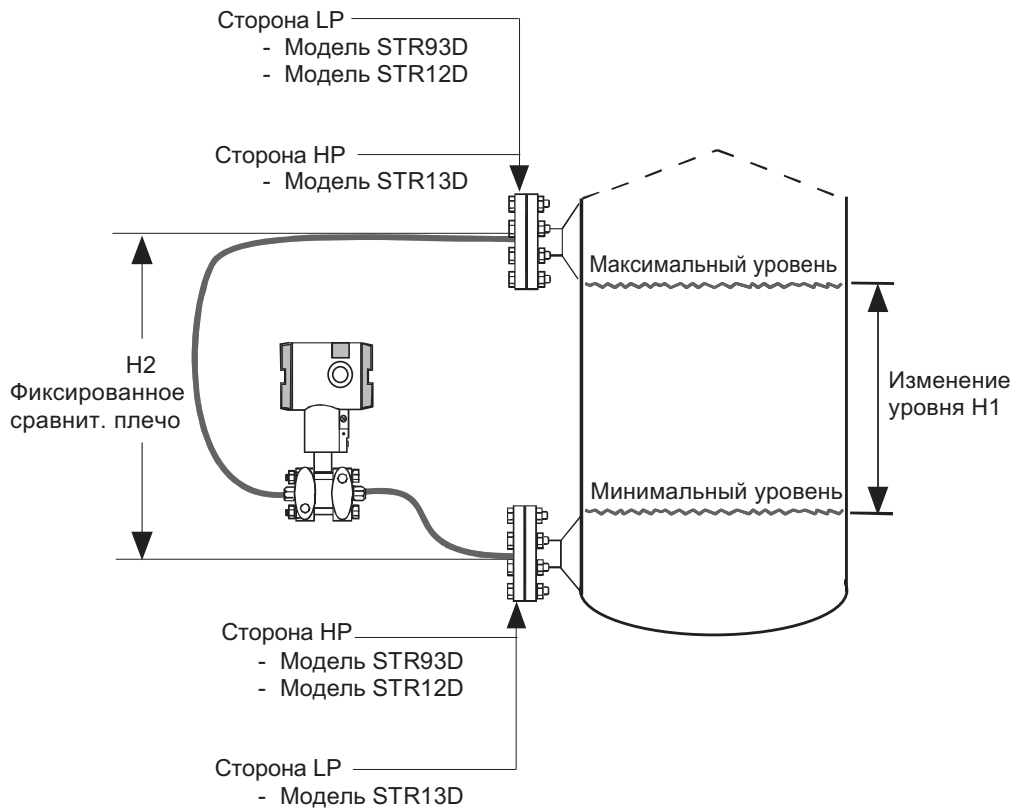

Рисунок 12 Типовой монтаж преобразователя с выносными мембранными разделителями
2	<p>Чтобы измерить изменение уровня Н1, закрепите выносные разделители на стенках резервуара как указано далее:</p> <ul style="list-style-type: none"> • Если номер модели преобразователя ... STR93D или STR12D, то подсоедините выносные разделители к стороне высокого давления (HP) преобразователя к нижнему или верхнему фланцу. • Если номер модели преобразователя ... STR13D, то выносные разделители стороны низкого давления (LP) преобразователя должны быть подсоединены к нижнему фланцу. <p>См. рисунок 12.</p>